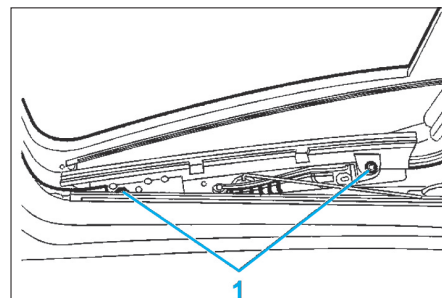

Fig. 57
- Déposer les vis de fixation (1) gauche et droites (Fig.57).